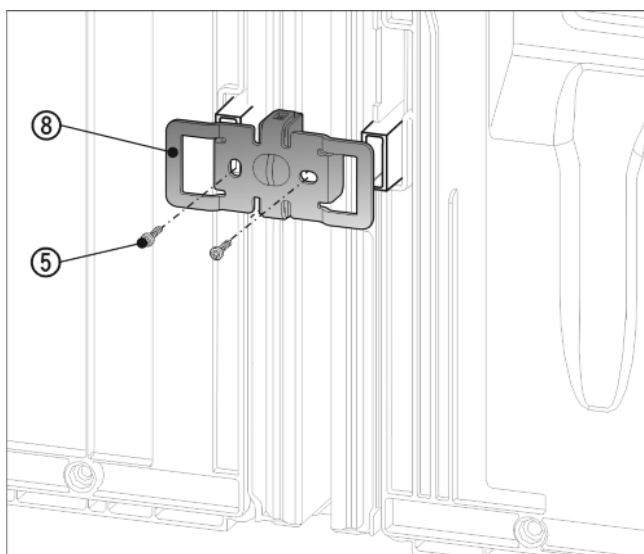

Fig. 12
- ▶ Pousser l'équerre de fixation Fig. 12 (8) avec les cavités sur le logement des supports de d'espacement muraux.
- ▶ Visser fermement avec 2 vis Fig. 12 (5).